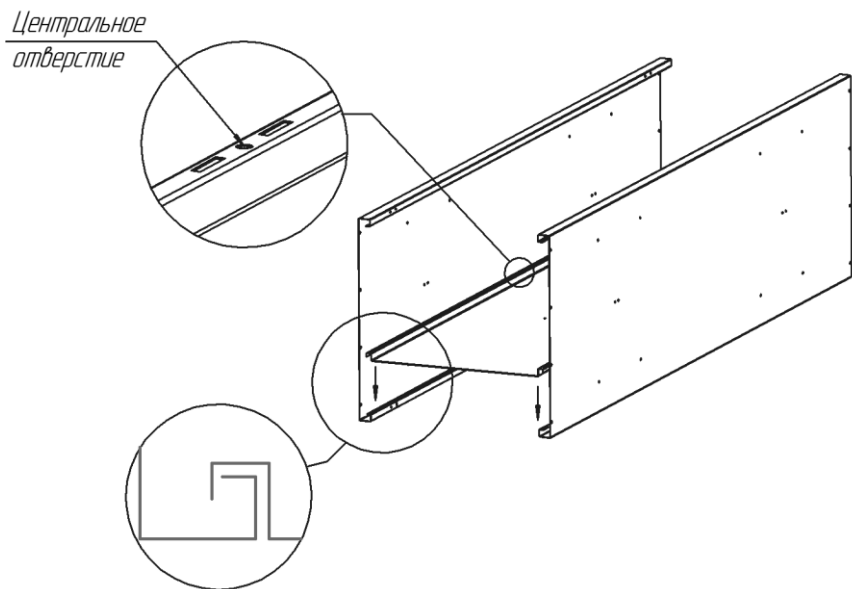

Рис.1
5.2.1. Расположить заднюю и боковые стенки, как показано на рис. 1.